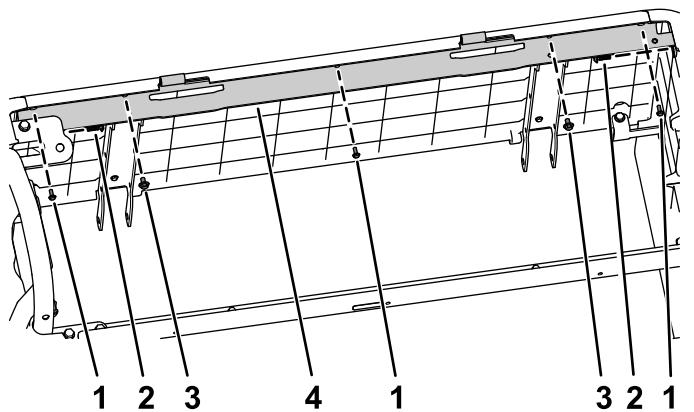

図 42
8. 座席サポートを取り付けるねじ#10 x 1/2 インチ3本、ボルトワッシャアセンブリ $1/4 \times 1/2$ インチ2個、torx ヘッドねじ2本を使用する図 42。